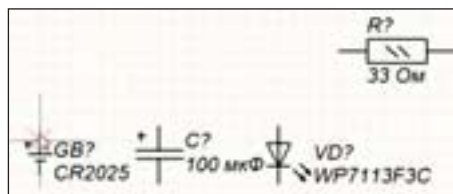

Рис. 39. Начало прорисовки связей
4. Щелкните левой кнопкой мыши или нажмите клавишу *ENTER*, задав начало линии (рис. 39).